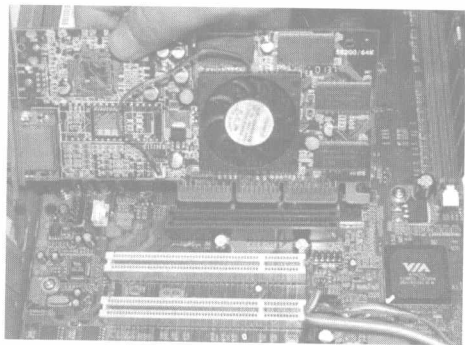

图 1.27 对准 AGP 插槽
(1) 将准备好的显卡插入主板上的显卡插槽,让显卡接口端与机箱上的预留接口孔相对应,如图 1.27 所示。